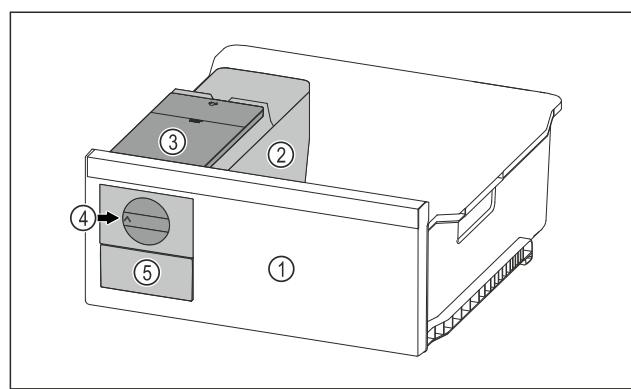

Fig. 70 Примерно изображение
- Завъртете въртящото се копче *Fig. 70 (4)* по часовниковата стрелка до упор.
- Ледените кубчета падат от формата за ледени кубчета в чекмеджето за ледени кубчета *Fig. 70 (5)*.